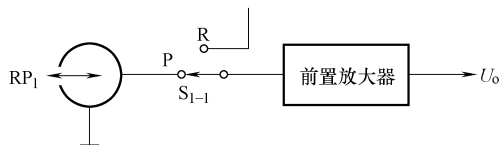

图 3-34 录放开关的标注识别示意图
1) 通过各开关件的名称和图中开关所在位置的标注,可以知道该开关的作用和当前开关状态,如图 3-34 所示是录放开关的标注识别示意图。图中,  $S_{1-1}$  是录放开关, P 表示放音, R 表示录音,图示在放音位置。